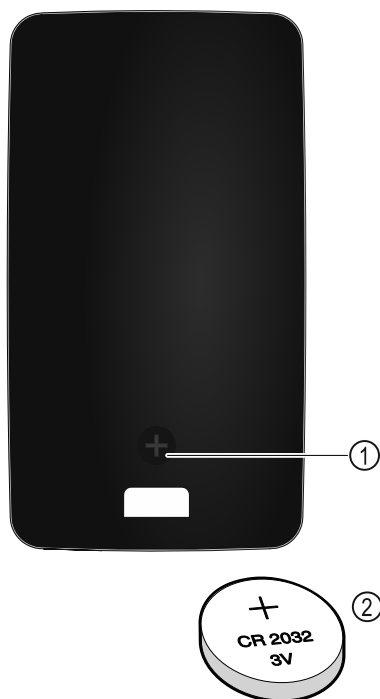

Fig. 256
Telecomanda este alimentată de o baterie tip CR 2032 de 3V Fig. 256 (2), care este disponibilă în comerțul specializat.
- ▶ Deșurubați șurubul Fig. 256 (1) de pe partea din spate a telecomenzii.